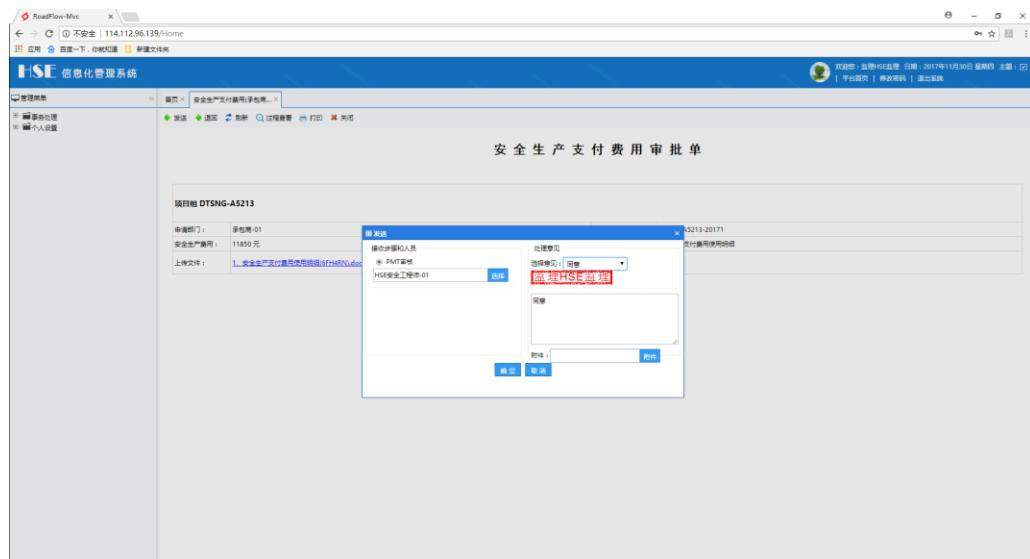

图 5.2-19 发送给 PMT 审批
4. 审查表单内容 , 内容合格无误后发送给 PMT 进行审批 , 如图 5.2-19 所示 :